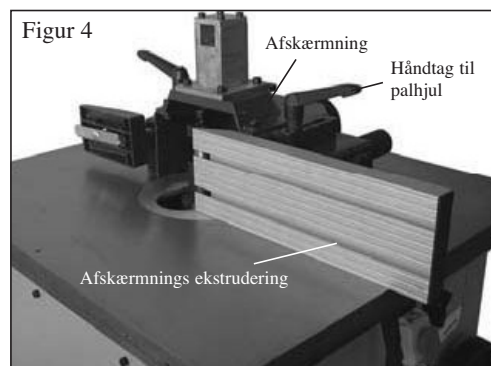

Figur 3
2. Placer kehleværktøjet med spindelringen oven på spindlen, og fastgør låseflangen med unbrakbolt M12x25. Se figur 3.